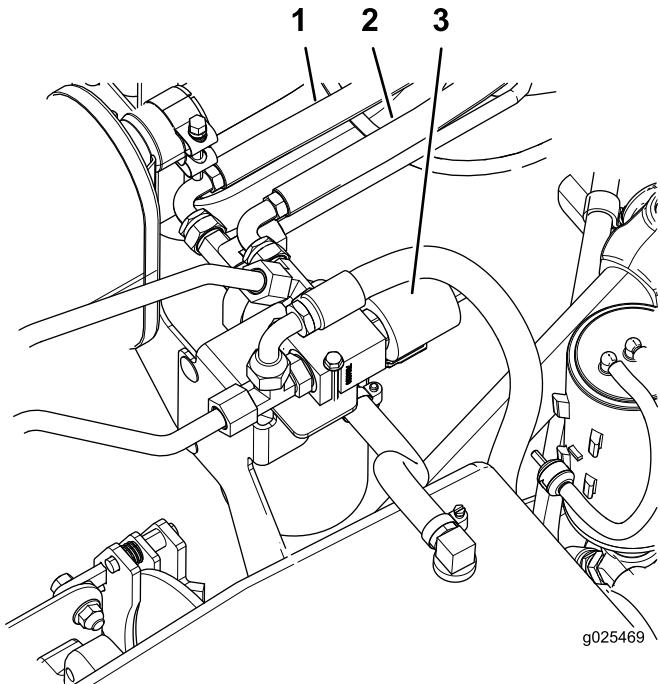

Bild 16
3. Schließen Sie den langen Schlauch (86-1/2") am T-Anschlussstück am Verteiler an (Bild 16).
4. Schließen Sie den langen Schlauch (80-1/2") am T-Anschlussstück am Filtergehäuse an (Bild 16).